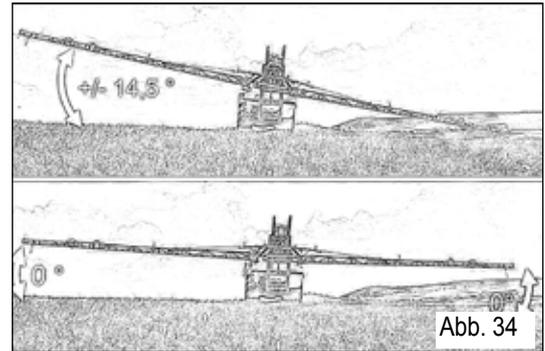

Abb. 34
1. Mit An- oder Abstieg auf dem Feld arbeiten (Abb. 34).